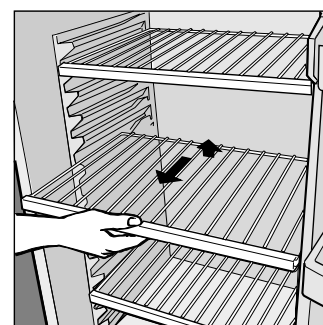

Fig.1
- La sección nevera está dotada de prácticos estantes extraíbles (Fig. 1) y regulables en altura gracias a las guías correspondientes. Por ello es posible introducir también grandes recipientes y comidas de dimensiones notables.